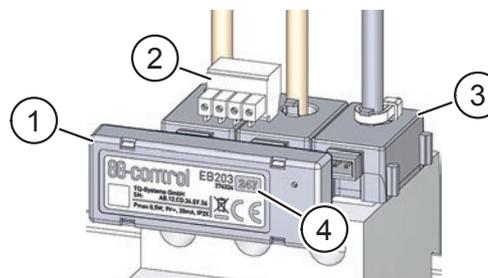

Fig. 5: Innesto della Sensorbar sui sensori di corrente
- Innestare la Sensorbar (Pos. 1 in Fig. 5) sui sensori di corrente concatenati (Pos. 3 in Fig. 5) e sulla morsettiera innestabile Molex (Pos. 2 in Fig. 5).
- Tutti i sensori collegati fra loro devono avere indirizzi diversi (Pos. 4 in Fig. 5).